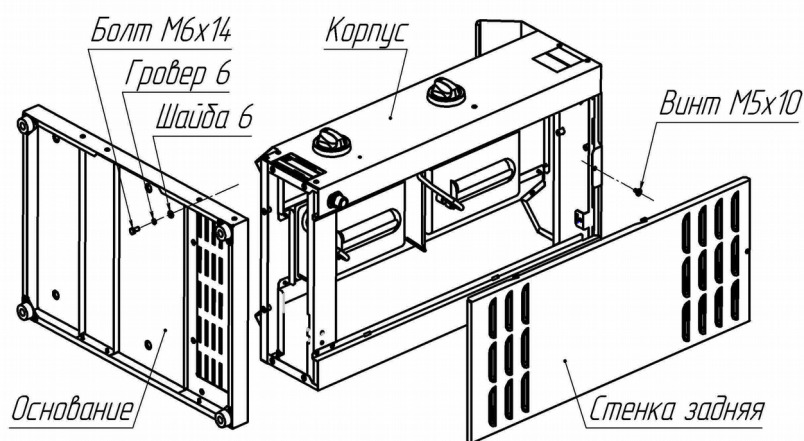

Рис. 2
5.4 Прикрепите основание к корпусу с помощью болтов М6х16, шайб 6 и гроверов 6 (рис.2).